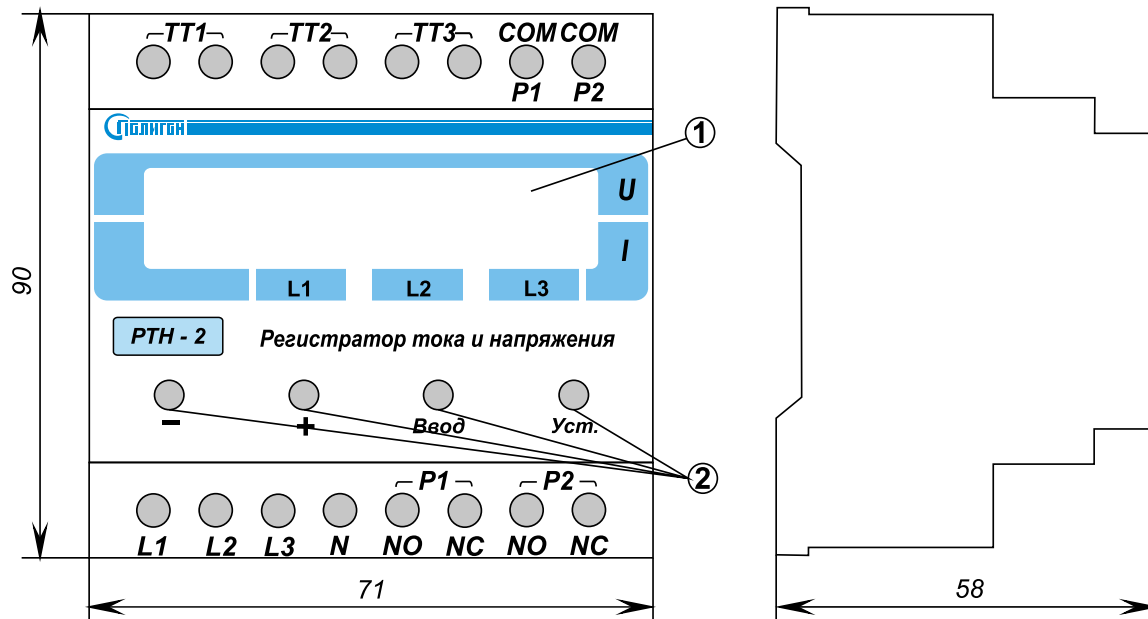

Рис.1. Внешний вид блока (габаритные размеры)
- двухстрочный ЖКИ-дисплей (рис. 1, п. 1)
- 4 кнопки для управления режимами работы регистратора «-», «+», «Просм.», «Уст.» (рис. 1, п. 2).